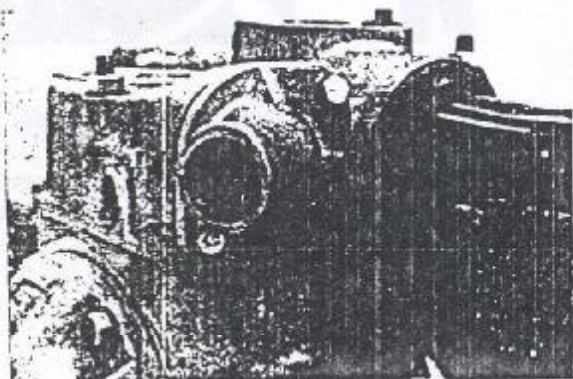

Figura 1.21.4 - Suporte da válvula termostática
4. Remover os parafusos e arruelas de fixação da tampa da válvula termostática ao coletor central de admissão e remover a tampa (Figura 1.21.4).